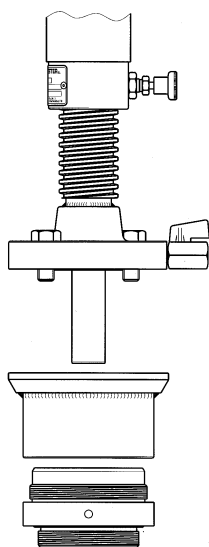

Figura 14
- Escoger el adaptador roscado correspondiente a la medida de la salida roscada del cabezal y roscarlo a la campana: adaptadores de 2", 2½" y 3". Ver *Figura 14*.